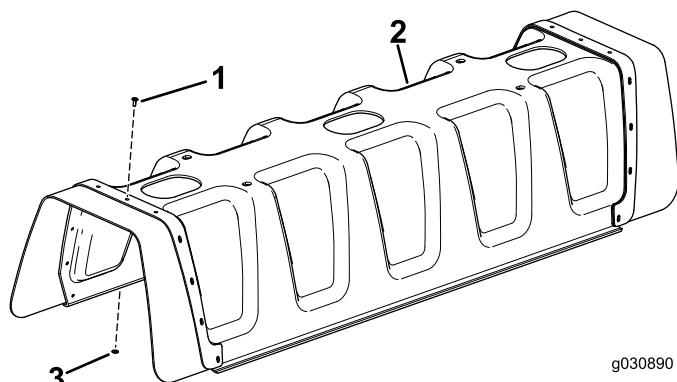

图4
3. 将 11 个弹伸铆钉 (3/16 x 1/2 英寸) 和垫圈 (3/16 英寸) 安装到中央喷洒臂护罩上 (图4)。